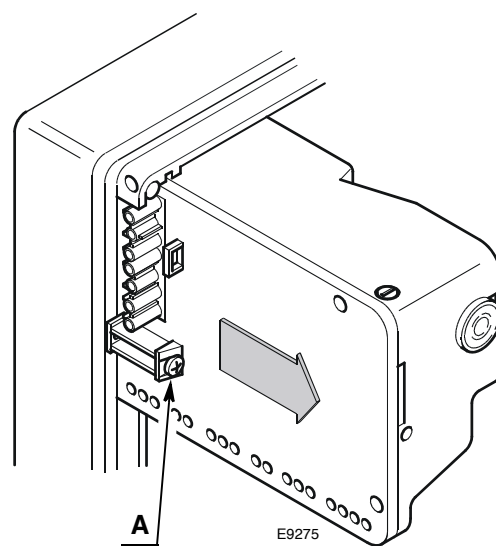

Abb. 13
- alle an ihm angeschlossenen Verbinder, den 7-poligen Stecker, die Hochspannungskabel und den Erdleiter (TB) abnehmen;
- Die Schraube **A** (Abb. 13) losschrauben und das Steuergerät in Pfeilrichtung ziehen.